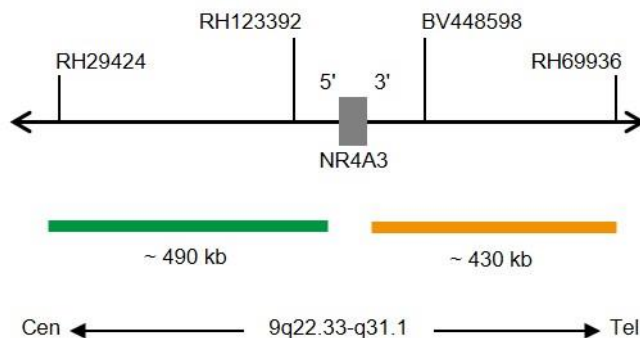

Abb. 1: SPEC NR4A3 Sondenlokalisierung (nicht maßstabsgetreu)
- ZyGreen (Anregung 503 nm/Emission 528 nm) markierten Polynukleotiden (~10 ng/μl), die gegen Sequenzen in 9q22.33* (chr9:102,070,916-102,561,593) gerichtet sind, welche proximal zur NR4A3-Bruchpunktregion lokalisiert sind (siehe Abb. 1).
- ZyOrange (Anregung 547 nm/Emission 572 nm) markierten Polynukleotiden (~4,5 ng/μl), die gegen Sequenzen in 9q31.1* (chr9:102,636,487-103,065,504) gerichtet sind, welche distal zur NR4A3-Bruchpunktregion lokalisiert sind (siehe Abb. 1).